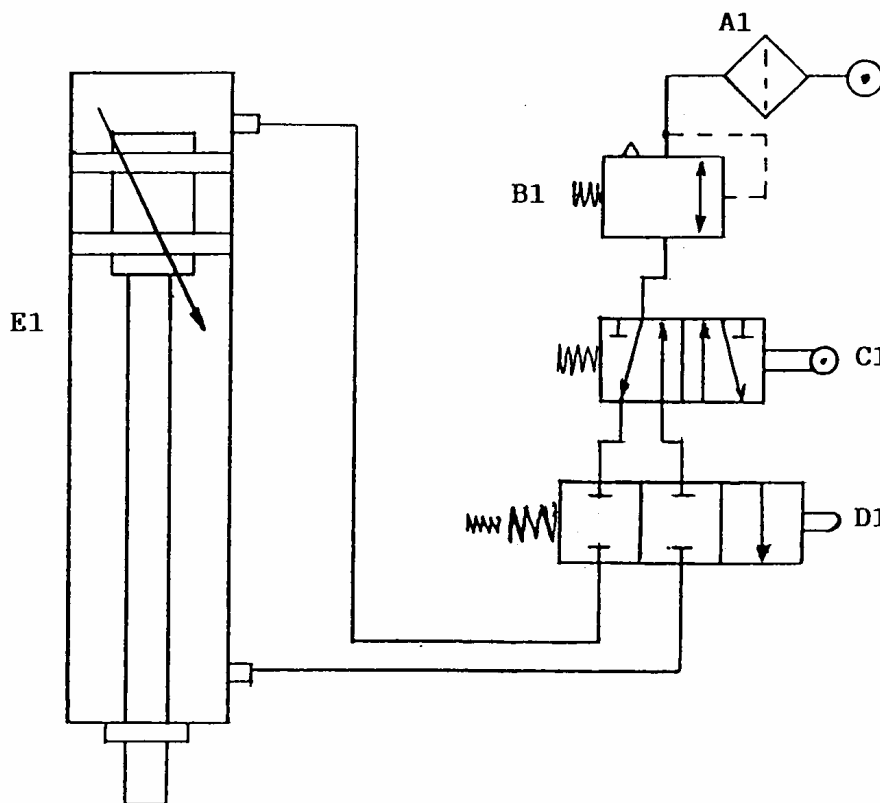

Figure 3
Le schéma fonctionnel du système pneumatique est reproduit sur la fig. 3.
Lorsqu'on branche l'air à l'entrée au raccord (pos.6 fig.1 et A1 fig.3), on alimente la soupape à deux voies (pos.C1 fig.3) et la soupape de pression maxi (pos.B1 fig.3) qui purge à son tour quand la pression dépasse 10 bar.
Lorsqu'on ferme les portes (pos.1 et 17 fig.1) on ouvre la soupape de sûreté (pos.C1 fig.3) qui alimente la soupape de fonctionnement (pos.D1 fig.3). Lorsqu'on ouvre la porte (pos.18 fig.1), on alimente le bas du cylindre (pos.E1 fig.3) et cela fait monter le plateau de pressage (pos.5 fig.1). Lorsqu'on ferme la porte (pos.18 fig.1), on alimente le haut du cylindre (pos.E1 fig.3) qui pousse vers le bas le plateau de pressage (pos.5 fig.1).
- Soupape de sûreté de la pression de l'air (pos.B1 fig.3) reliée à la soupape (pos.8 fig.1). Elle fait sortir l'air quand la pression dépasse 10 bar.